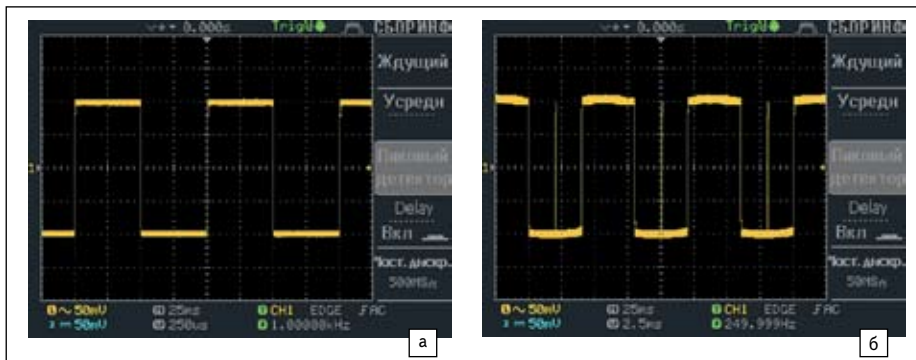

Рис. 5. Пиковый детектор: а) выключен; б) включен
- Режим «Пиковый детектор». Данный режим предназначен для обнаружения всплесков длительностью менее 10 нс (например, при исследовании сигнала, содержащего регулярные короткие выбросы) и снижения вероятности возникновения искажений при отображении сигнала. Этот режим может эффективно использоваться в положениях регулятора «Время/Дел.» — 5 мкс/дел. и более, при этом запоминаются минимальные/максимальные значения за все время накопления отсчетов (рис. 5).
- Функция «Удержание». Для применения в некоторых измерительных приложениях и ситуациях добавлен режим «Удержание» (блокировка запуска). Настройки данной функции определяют временной интервал, когда осциллограф не реагирует на пусковой сигнал. В течение этого промежутка времени система запуска становится «слепой», игнорируя выполнение условий запуска. Эта функция помогает рассматривать сложные и нестабильные колебания, например сигналы с амплитудной модуляцией (AM). Диапазон установки интервала удержания — от 40 нс до 2,5 с.